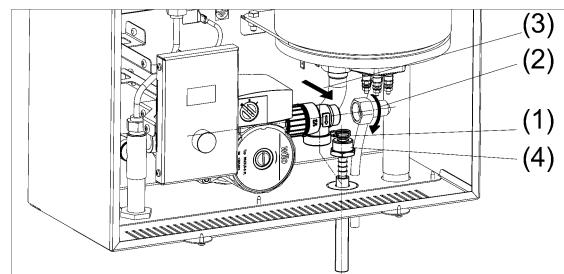

Рисунок 10. Замена предохранительного клапана
- (1) Снимите проволочный хомут и отсоедините сбросной шланг от клапана (см. рис. 10).
- (2) Открутите накидную гайку соединяющую напорный трубопровод и клапан.
- (3) Извлеките клапан из корпуса прибора.
- (4) Выкрутите "штуцер-ёлолочка" из клапана.
- (5) Вкрутите "штуцер-ёлолочка" в новый клапан, используя уплотнительный материал.
- (6) Установите новый клапан в корпус прибора, при этом используйте новую уплотнительную прокладку.
- (7) Подсоедините сбросной шланг к клапану, установите проволочный хомут.
- (8) Проверьте герметичность соединений и давление срабатывания клапана.